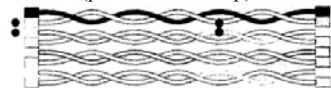

Рис.1
2. «SHO (замыкание)»: обнаружено короткое замыкание между жилами (см. рис. 1).